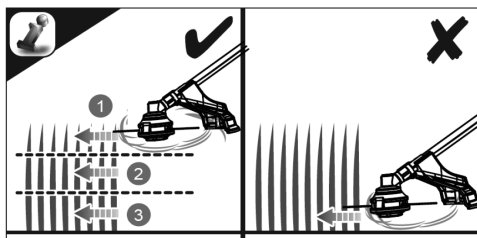
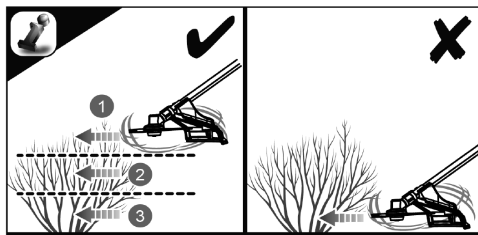

Рис. 12
Рис. 13
- Во избежание преждевременного износа триммерного корда и перегрева двигателя кошение травы и кустарника высотой более 20 сантиметров следует производить в несколько проходов кордом или ножом (рис. 12, рис. 13).